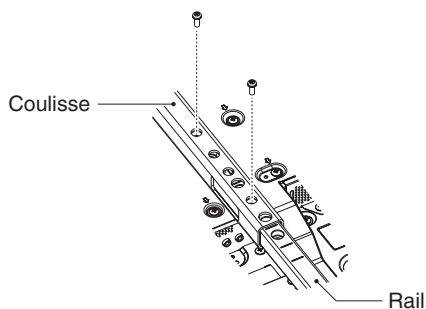

Figure 4
2. Fixez le rail et la coulisse en utilisant les vis fournies. Insérez les deux vis dans les trous dédiés (**Figure 4**).